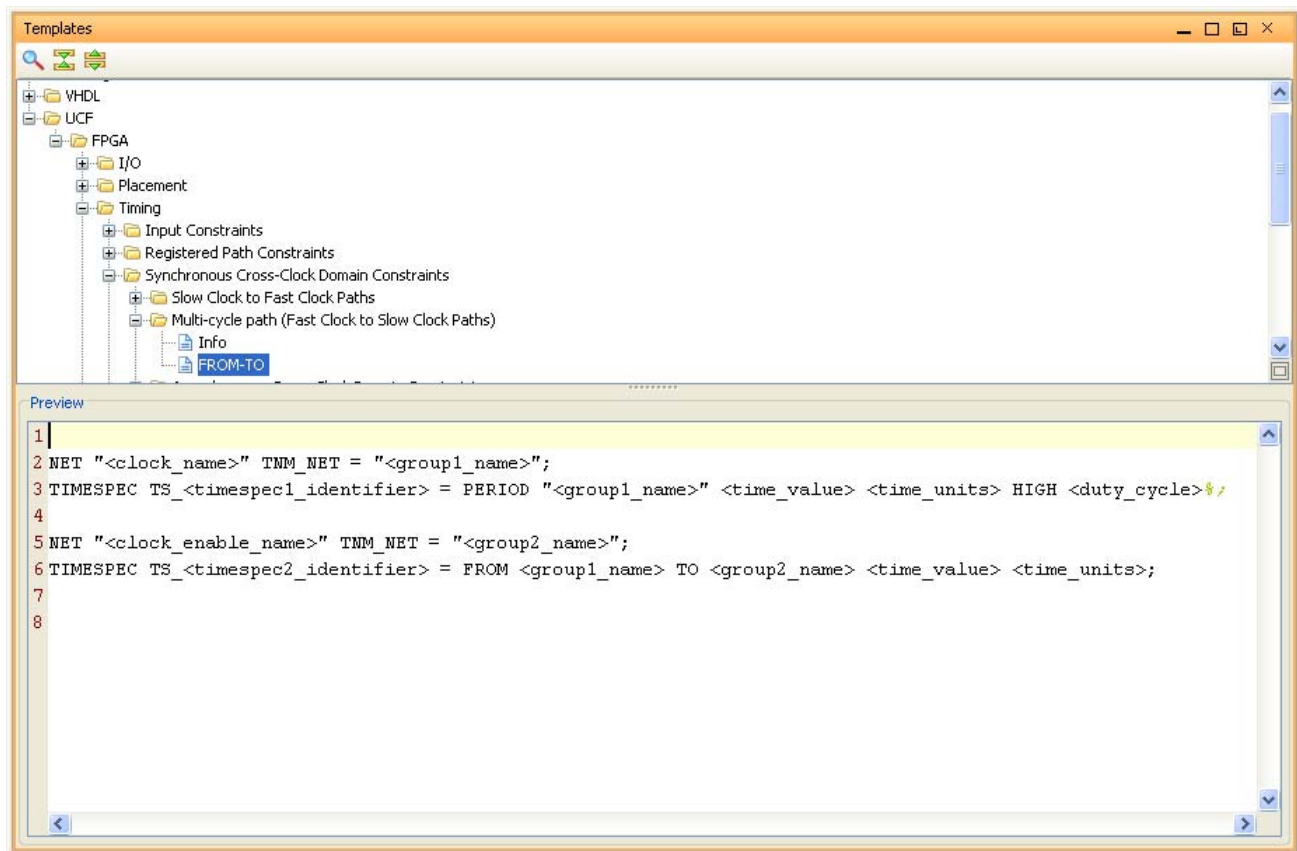

図 7-13： [Language Templates] ビュー
3. [Template] ビューの UCF の階層からテンプレートを選びます。190 ページの図 7-13 は、ザイリンクスの提供するテンプレート例を示しています。